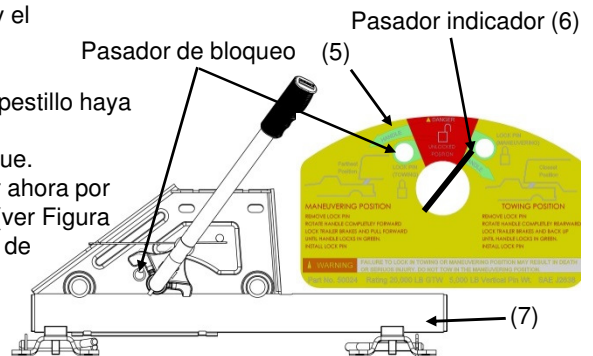

Figura 18
- Regrese al vehículo. Libere el freno de emergencia. Active manualmente el freno del remolque y reverse el vehículo hasta que el deslizador de Quinta Rueda REESE™ frene cerca de la pata con perno (Figura 12) y el pestillo se enganche en la posición de remolque (Ver Figura 18).
- Si el deslizador no se mueve, el pestillo ha activado los tubos (7) y el deslizador debe estar fijo en la posición de remolque.
- Si el deslizador se mueve, el pestillo no ha activado los tubos (7)
- ¡NO REMOLQUE!** Repita los pasos 1 - 6 anteriores hasta que el pestillo haya activado el tubo (7).
- Examine la etiqueta de advertencia (5). El pasador indicador (6) debe estar ahora por encima del área verde en el lado derecho de la etiqueta de advertencia (5) (ver Figura 18). Si el pasador indicador (6) está por encima del área roja en la etiqueta de advertencia (5), el pestillo no ha activado los tubos (7). **¡NO REMOLQUE!** Repita los pasos 1 - 6 anteriores.